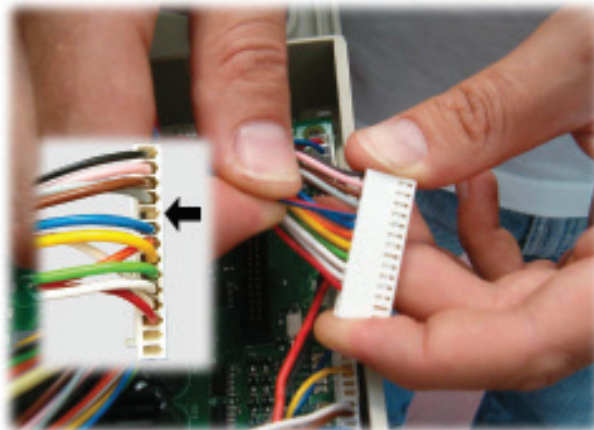

Abb. 7
7. Ist der Automat mit einer Seriennummer vor der Nummer 9006FS40001794 gekennzeichnet, so muss auch der Einsatz Verkabelung für 5. Behälter Instantpulver Cristallo400 mit dem Code 21000341 verwendet werden. Die Verkabelung Code 11004343 in den 5. Steckerstift des Steckers CN12 einstecken, wie in Abb. 7 gezeigt.